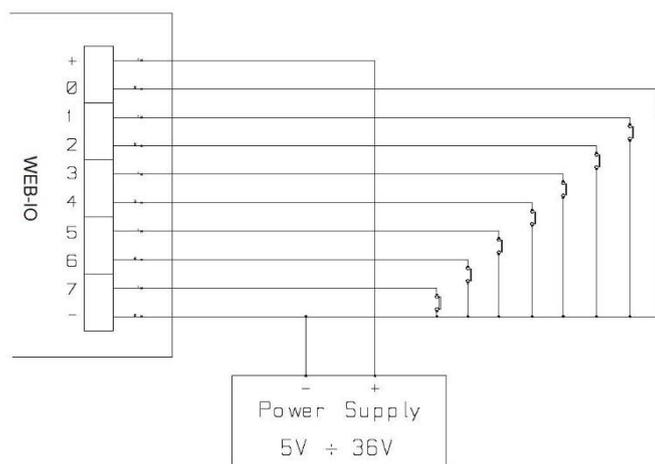

Figura 3a: schema implementazione ingressi.
-Figura 3a: nel caso in cui gli ingressi debbano rilevare la pressione di un pulsante oppure un'uscita *open collector*.